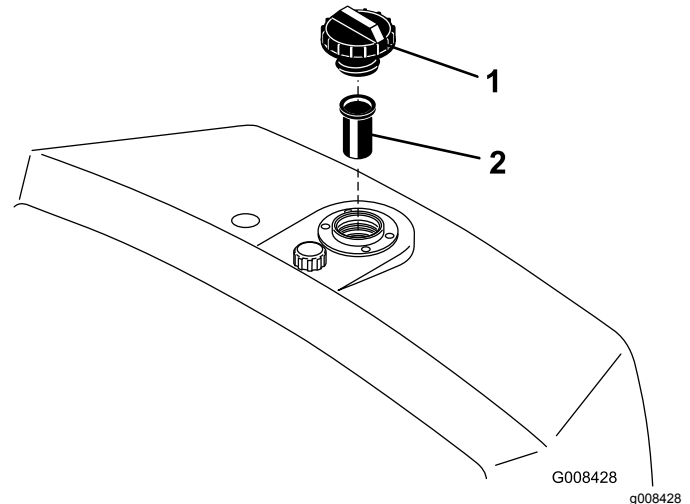

Bild 48
2. Nehmen Sie den Deckel vom Behälter ab und prüfen Sie den Ölstand. Der Ölstand sollte unten am Einfüllstutzen liegen (Bild 48).